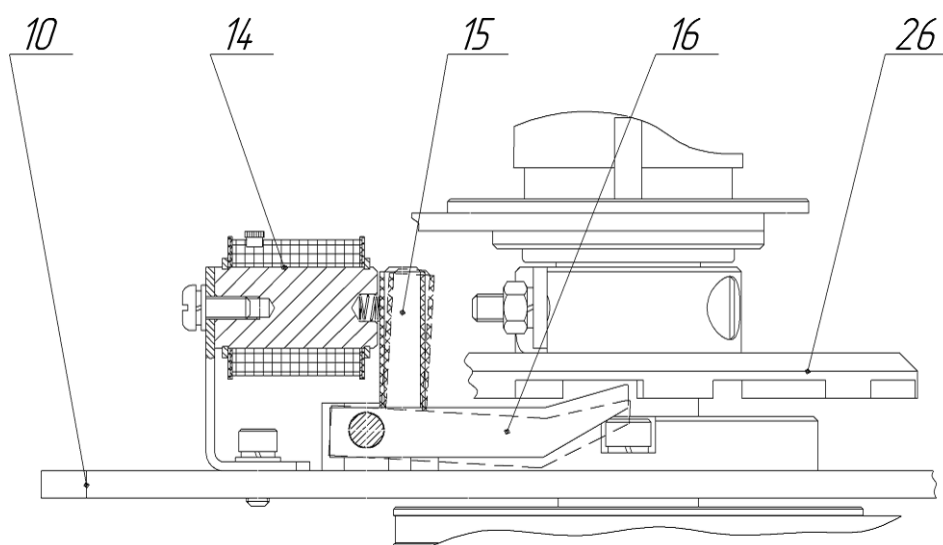

Рис.4
Механизм блокирования состоит из двух фланцевых электромагнитов (14), установленных на основании (10). Якоря магнитов (15) жестко соединены с рычагами (16), которые взаимодействуют с зубцами на нижней поверхности барабана (26). При отключенных электромагнитах рычаги опущены и не препятствуют вращению трипода. При включении электромагнита якорь притягивается к фланцу электромагнита, поднимая противоположный конец рычага и блокируя, тем самым, вращение барабана (а следовательно и трипода) в соответствующую сторону (см.рис.4).